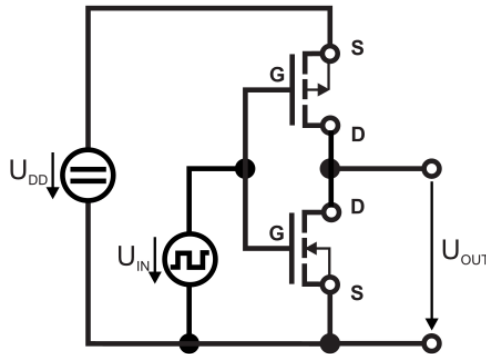

Abbildung 5.7: Aufbau: CMOS-Inverter, Dynamikuntersuchung
3. Untersuchen Sie die Schaltung aus Abbildung 5.7 (entfernen Sie das Amperemeter).